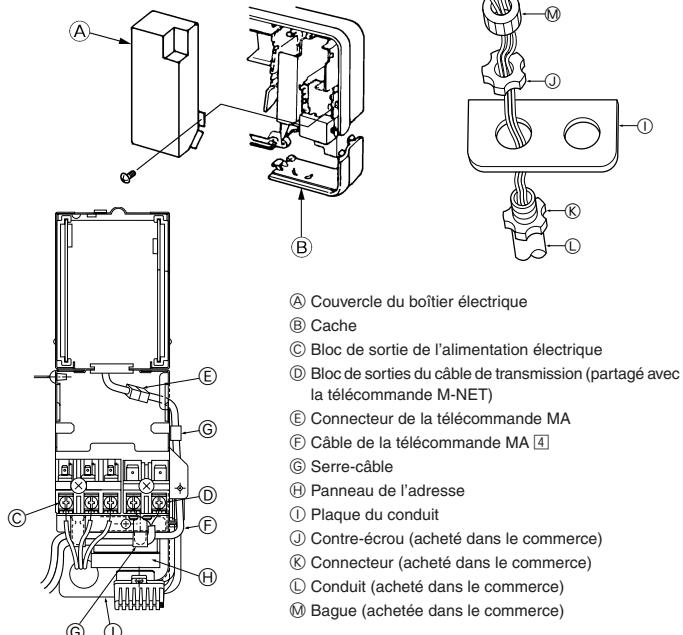

Fig. 6-1
■ PKFY-P06/P08NAMU-E (Fig. 6-1)
3. Retirez la vis autotaraudeuse (1), puis le couvercle du boîtier électrique.